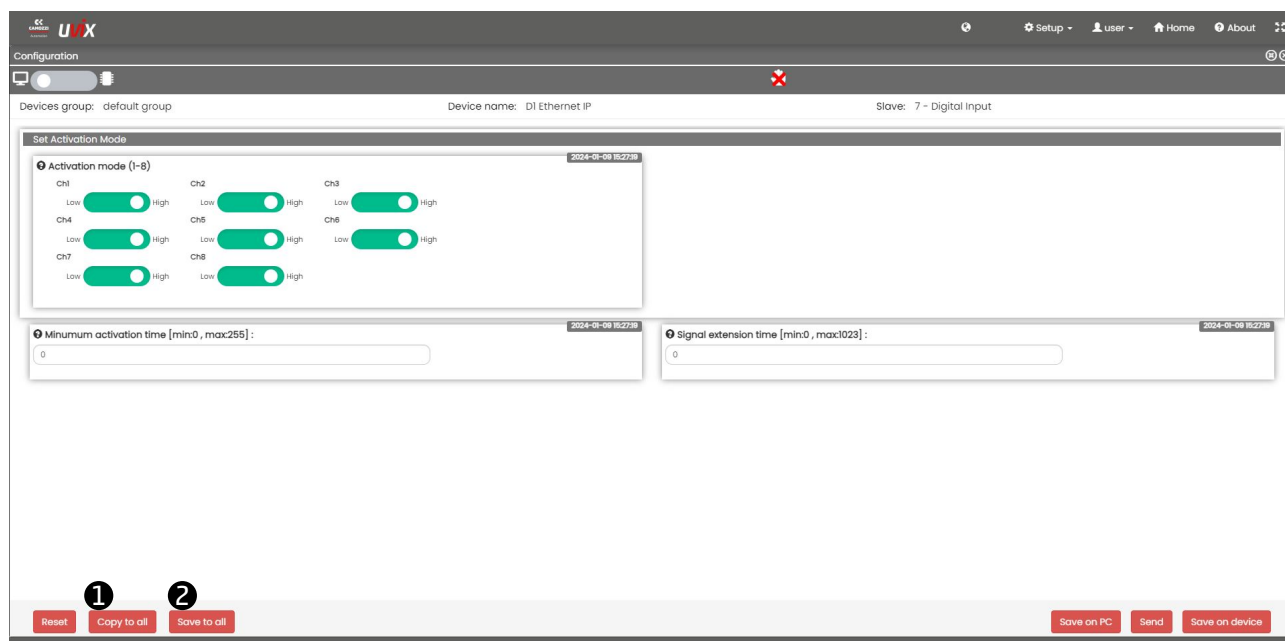

Figura 6.47: Esempio
Una volta entrati nella pagina di configurazione dello slave che si desidera copiare cliccare sul comando **1** "Copy to all" nella parte inferiore sinistra, figura 6.47.
Una volta verificate le informazioni cliccare su "Copy All" per eseguire la copia o "Close" per annullare l'operazione, infine premere sul comando ② "Save to all" in figura 6.47 per salvare permanentemente le nuove configurazioni.